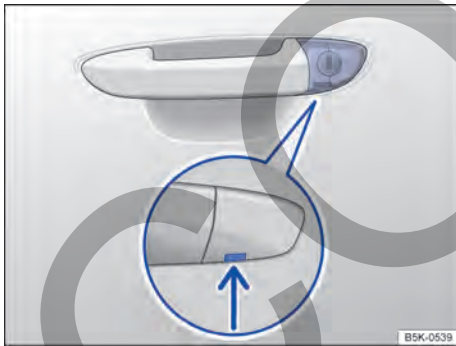

Fig. 54 Manilla de la puerta del conductor: bombín de cierre cubierto.
- Introducir la varilla de la llave por abajo en la apertura de la caperuza → fig. 54 (flecha).